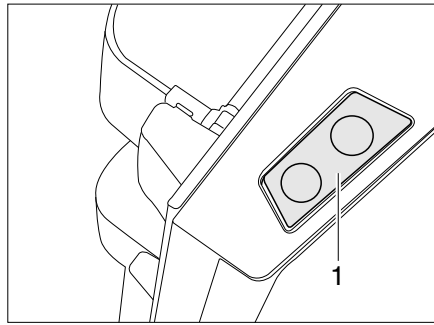

Bild 138 Entriegelungstaste der Kühlschranktür (Dometic 8er-Reihe)
**Öffnen:** ■ Die Entriegelungstaste (Bild 138,1) drücken und die Kühlschranktür öffnen.